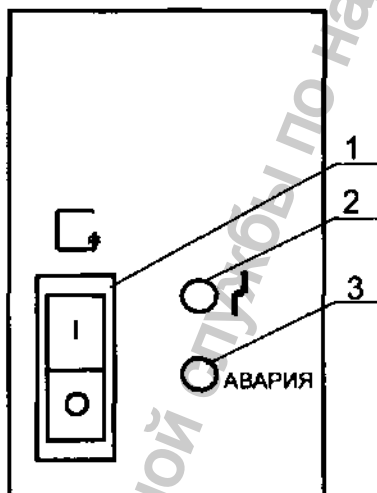

Рисунок 3 – Расположение органов управления стерилизатором на панели блока силового.
Если нужен режим сушки, то необходимо нажать клавишу "  " (поз. 1, рис. 3) при этом откроются клапана и загорится индикатор, расположенный внутри выключателя. Если режим сушки не нужен, то клавиша "  " должна быть в выключенном положении ("0").
2.3.4 Если нужен режим сушки, то необходимо нажать клавишу "  " (поз. 1, рис. 3) при этом откроются клапана и загорится индикатор, расположенный внутри выключателя. Если режим сушки не нужен, то клавиша "  " должна быть в выключенном положении ("O").
2. При аварийном росте температуры до $205...235^{\circ}\text{C}$, сработает датчик-реле температуры, и произойдет автоматическое выключение силовой части стерилизатора. При этом загорится индикатор аварийного выключения стерилизатора (поз. 2, рис.3).